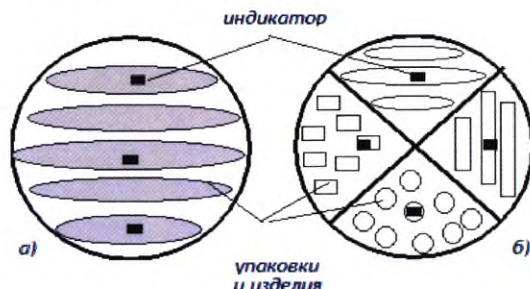

Рис.2 Схема расположения индикаторов в стерилизационной коробке при видовой и целенаправленной закладке (а), при секторальной закладке изделий (б)
- между складками или слоями изделий из паронепроницаемых материалов (полимерные плёнки, клеёнка). В индивидуальную упаковку с трудностерилизуемыми изделиями (одноразовые упаковочные пакеты и свёртки) помещают не менее одного индикатора. В стерилизационную коробку (бикс) при видовой и целенаправленной закладке с трудностерилизуемыми изделиями помещают не менее трёх индикаторов: один в середину изделия в центре стерилизационной коробки и два в середину изделия, находящихся у стенок (рис.2, а). При секторальной закладке изделий (рис. 2, б) в каждый сектор помещают не менее одного индикатора в середину трудностерилизуемого изделия.